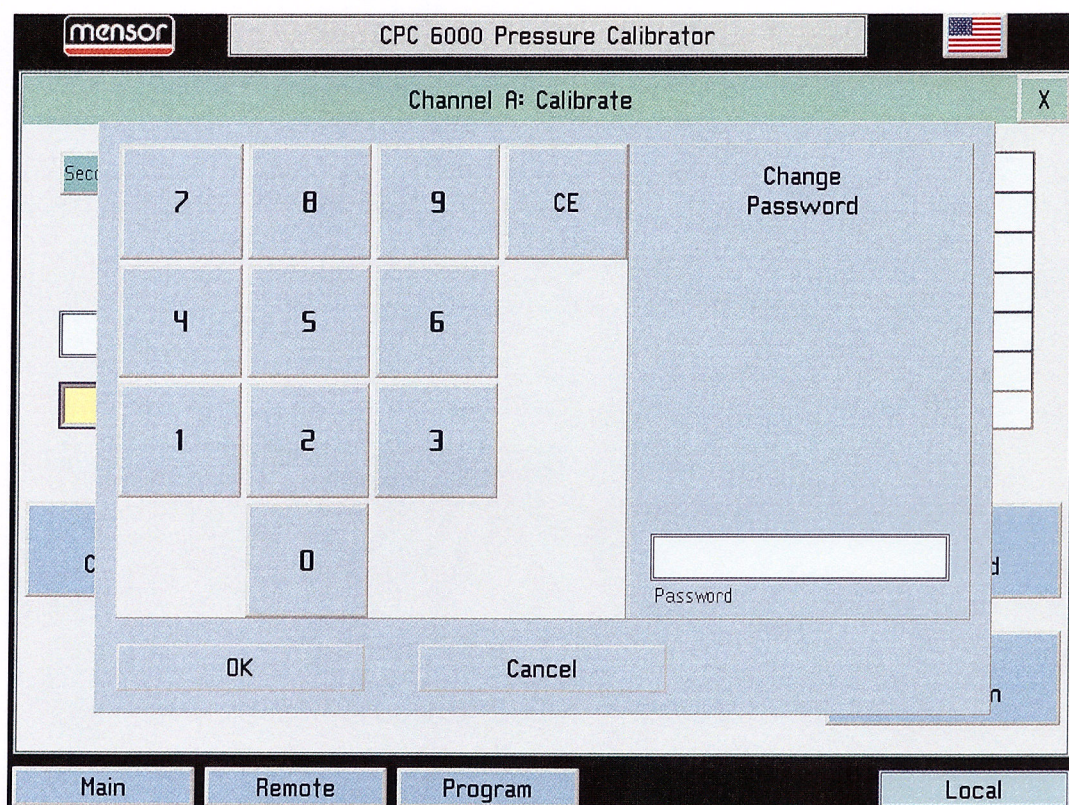

Рисунок 42. Экран смены пароля.
4. Появится экран данных калибровки как на Рисунке 41. Используйте данный экран для изменения ДК, СН, Нуль или Пароль. Нажмите клавишу [Поменять пароль], чтобы выйти на Окно Изменения Пароля (Рисунок 42)
5. В окно [Поменять Пароль] вводят от одной до шести цифр (См. Рисунок 42). Каждая набранная цифра появится на Окне Пароля.